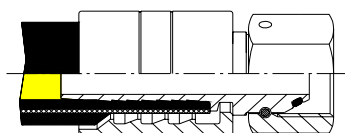

Fig.4
3. Inserire il codolo portagomma del raccordo nel tubo fino a che il raccordo stesso non arrivi in battuta con la relativa boccola (Fig.4).
4. Inserire il codolo portagomma del raccordo nel tubo fino a che il raccordo stesso non arrivi in battuta con la relativa boccola (Fig.4).
3. Insert the fitting's end into the hose until the fitting gets in touch with the ferrule (Fig. 4).
4. Insert the fitting's end into the hose until the fitting gets in touch with the ferrule (Fig. 4).